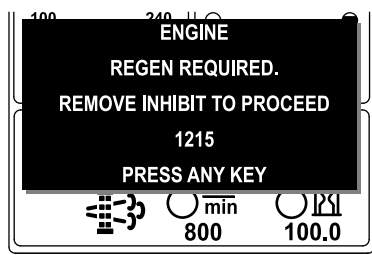

Figure 42
**Remarque:** Si vous programmez l'InfoCenter pour interdire la régénération, l'InfoCenter affiche ADVISORY #1215 (avis n° 185) (Figure 42) toutes les 15 minutes tandis que le moteur demande une régénération commandée.